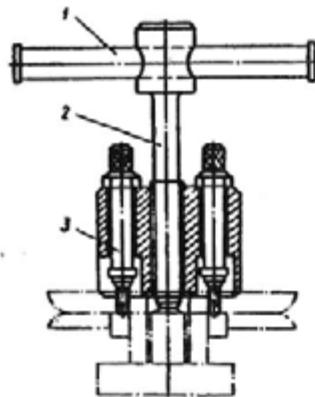

Рис. 10. Снятие шкива коленчатого вала с помощью съемника:
- снимите шкив коленчатого вала с помощью съемника 9680—2452 (рис. 10);